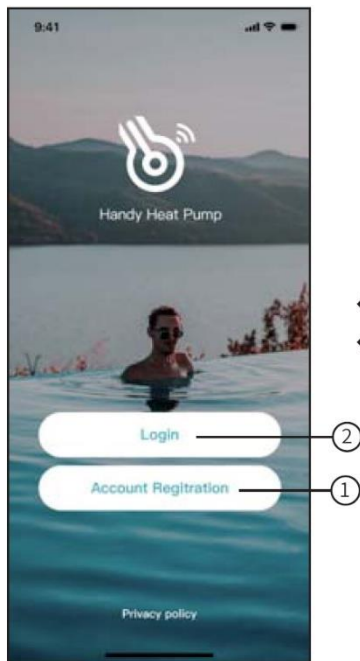
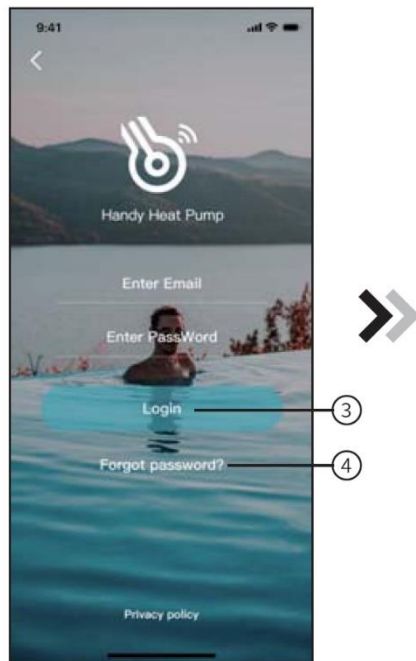
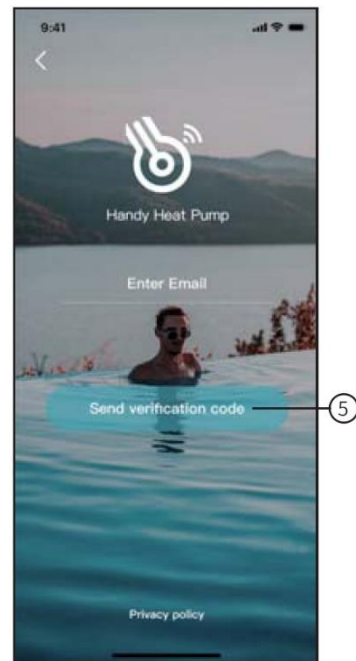

Fig. 1: Home page
Fig. 2: Schermata login
Fig. 3: Registrazione e recupero password
- I. Premere ① (Fig. 1) sull'home page per passare all'interfaccia di registrazione (Fig.3).
- II. Inserire il proprio indirizzo e-mail e premere ⑤ "Inviare il codice di verifica". Verrà inviata una e-mail con un codice di verifica all'indirizzo indicato.
- I. Press ① (Fig.1) on the home page to switch to the registration interface (Fig.3).
- II. Enter your e-mail address and press ⑤ "Send verification code". An email with a verification code will be sent to the address indicated.
- I. Premere ② (Fig.1) sull'home page per passare all'interfaccia di login (Fig.2)
- I. Press ② (Fig.1) on the home page to go to the login interface (Fig.2)
- I. Nel caso l'utente dimentichi la password, premere ④ (Fig.2) per passare all'interfaccia di recupero password (Fig.3).
- I. *In case the user forgets the password, press ④ (Fig.2) to switch to the password recovery interface (Fig.3).*